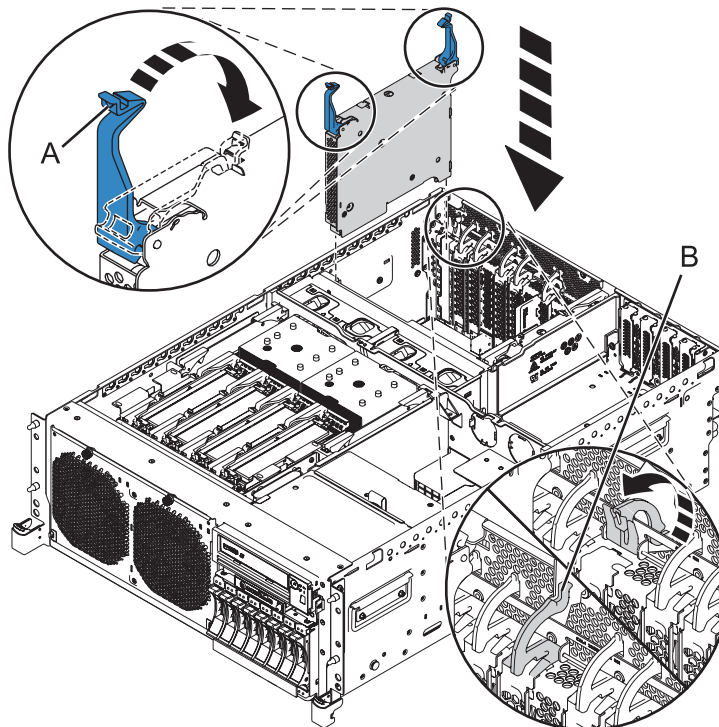
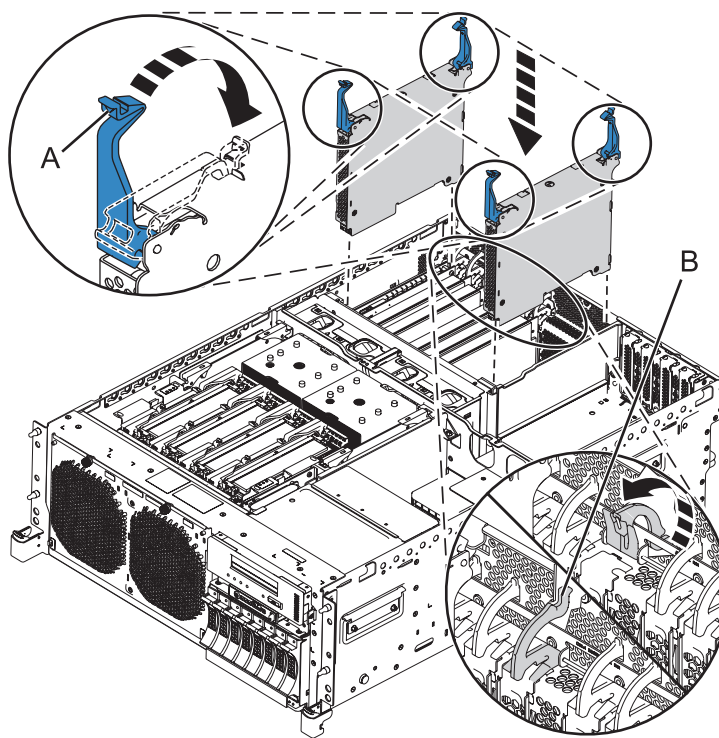

図9. ラック・マウント型 8202-E4B または 8205-E6B システムでの GX アダプターの取り付け
図10. ラック・マウント型 8202-E4C、8202-E4D、8205-E6C、または 8205-E6D システムでの GX アダプター (FC EJ03) の取り付け
3. 12 ページの図 9 および 12 ページの図 10 に示すように、ラッチ (A) を均等に回転させてロック位置にします。
4. ラッチ (B) を回転させてクローズ位置にして、アダプターをアダプター・スロットにロックします。